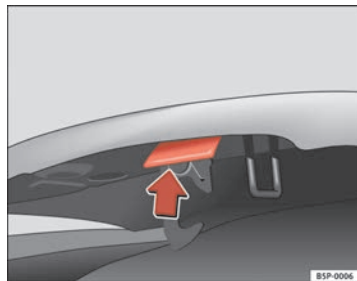

Fig. 176 Tirador de apertura por debajo del capó.
- Presione hacia arriba la palanca que hay debajo del capó ⇒ fig. 176. Al hacerlo, el gancho de sujeción queda desbloqueado.